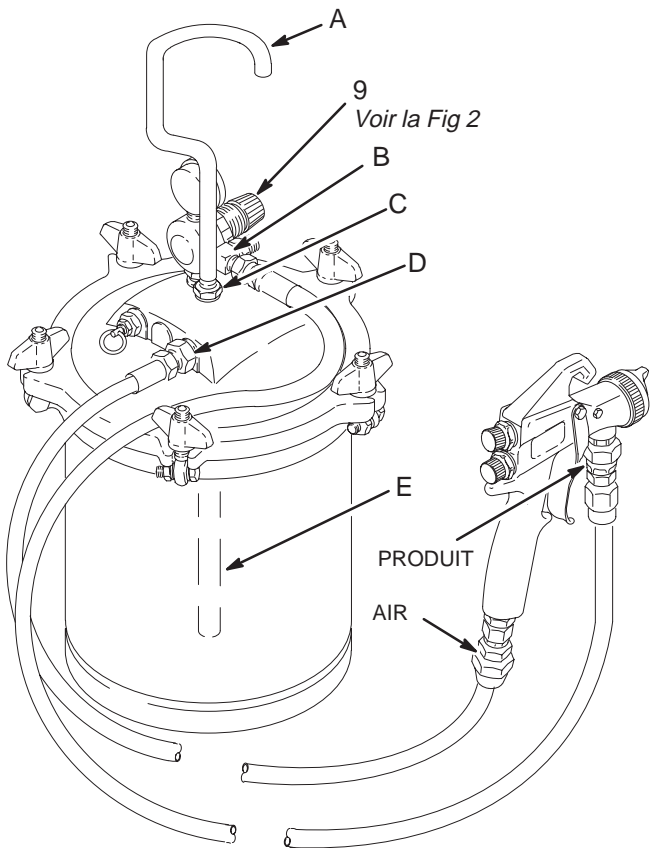

Fig. 1
Visser le tube plongeant (E) dans le raccord de tuyau sur le dessous du couvercle du réservoir. Voir la Fig. 1.
Visser la poignée (A) et l'écrou (C) sur le couvercle, puis les serrer fermement. Voir la Fig. 1.
Raccorder un flexible d'alimentation en air sur le raccord d'entrée d'air de 1/4 npt (9d). Raccorder le flexible d'air d'atomisation du pistolet sur le té (9e). Raccorder le flexible produit du pistolet sur l'adaptateur (D) au point portant le repère PEINTURE. Voir la Fig. 1.
Raccorder le flexible d'alimentation en air au raccord (9d). Raccorder le flexible d'air d'atomisation du pistolet au raccord (10). Raccorder le flexible produit du pistolet à l'adaptateur (D) au point portant le repère PEINTURE. Voir la Fig. 1.
Raccorder les flexibles d'air d'atomisation et de produit au pistolet. Voir la Fig. 1.